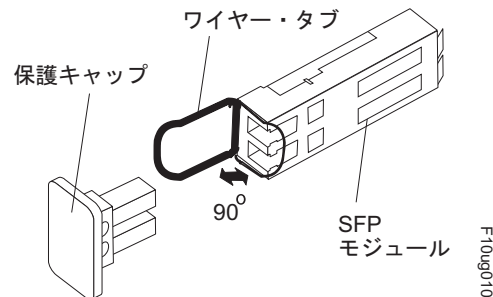

図 122. SFP モジュール・ラッチのアンロック - ワイヤー・タブの場合
- ワイヤー・タブが入っている SFP または SFP+ モジュールの場合は、図 122 に示すように、ワイヤー・ラッチを外側に 90° 引いて SFP または SFP+ モジュールのラッチをアンロックします。